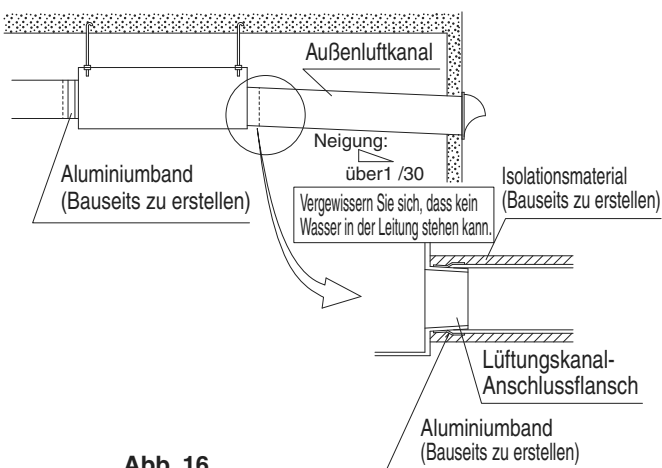

Abb. 16
- Um einen Luftaustritt zu vermeiden, umwickeln Sie den Bereich von Anschlussflansch und Kanal mit einem Aluminiumband. (Siehe Abb. 16)
(Material: Glaswolle 25 mm dick) **(Siehe Abb. 16)**